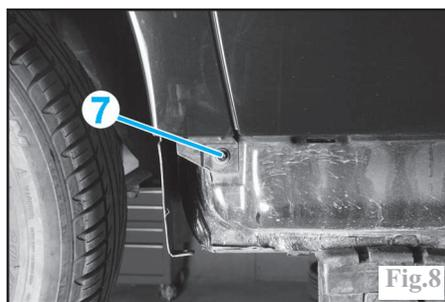

Fig.8
- la vis (7) (Fig.8) (derrière l'enjoliveur de bas de caisse avant).